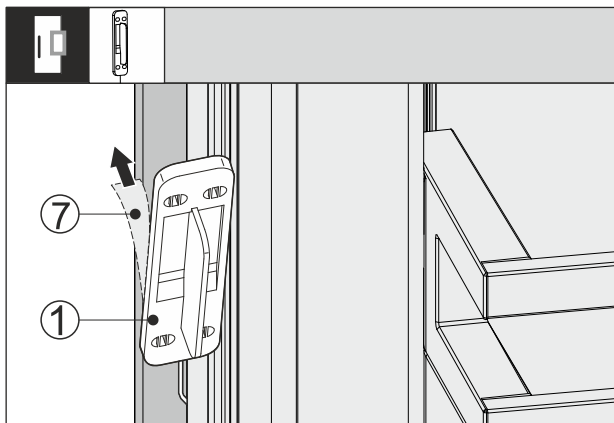

Fig. 65
- ▶ Retirer le film de protection Fig. 65 (7) à l'arrière du capteur de frappe Fig. 65 (1).